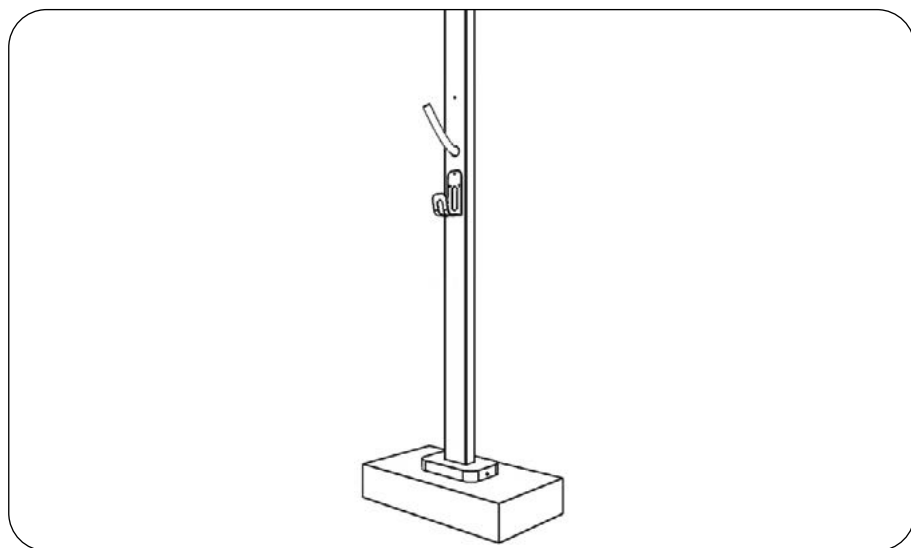

Figura 21
3. Far passare il cavo all'interno della colonnina (Figura 21) fino a farlo uscire dall'apposito foro.